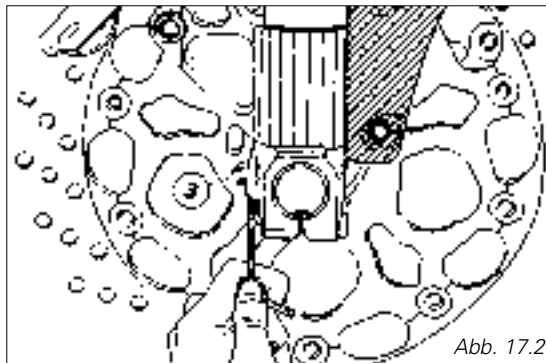

Abb. 17.2
- 3) (Abb. 17.2) zur Änderung der hydraulischen Dämpfung in der Druckstufe.
Um die Einstellschraube (3) zu betätigen, muss man einen 3 mm-Inbusschlüssel, so wie auf der Abbildung 17.2, dargestellt durch die Bohrung führen.